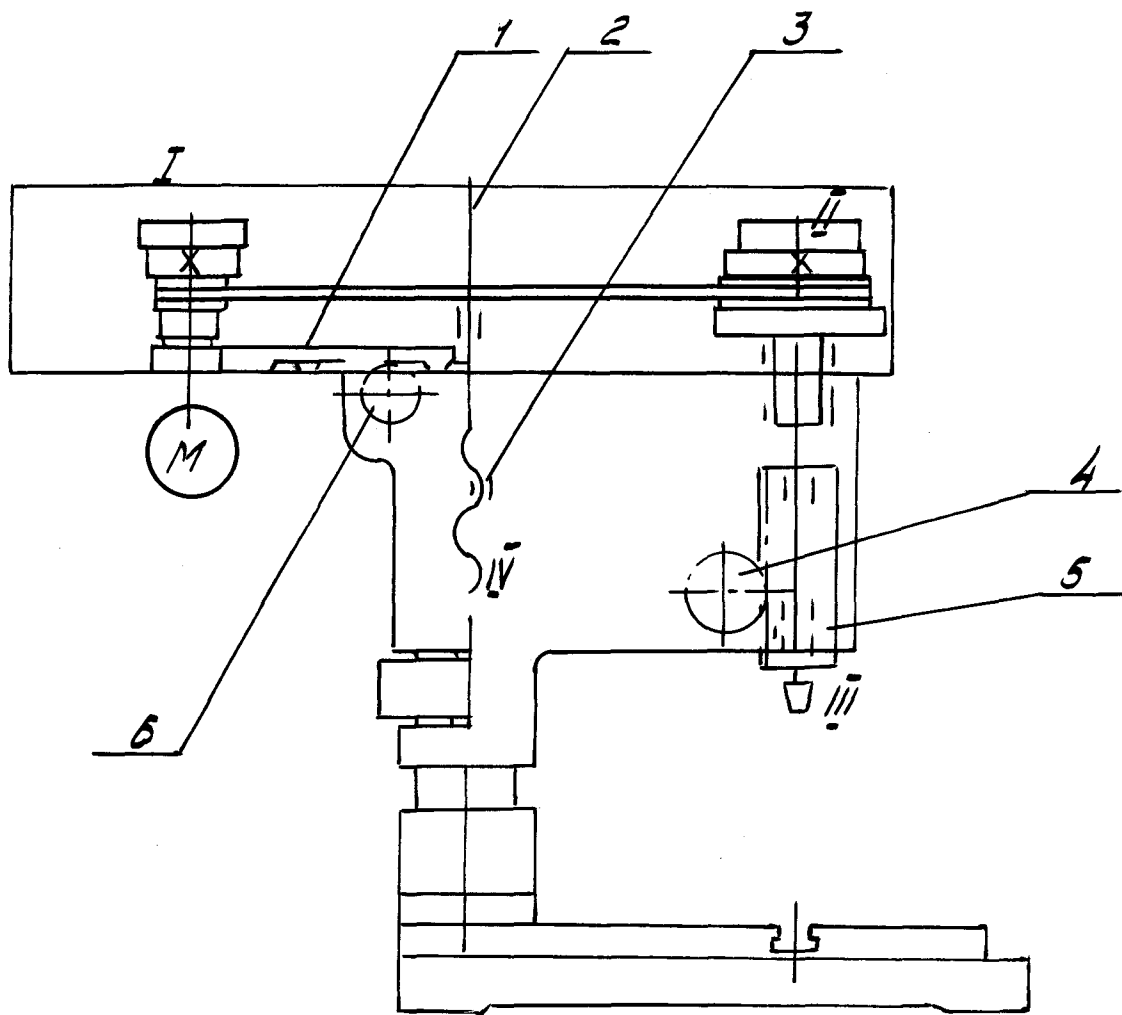

Рис. 2. Кинематическая схема.
6.3. Схема кинематическая /рис.2/.